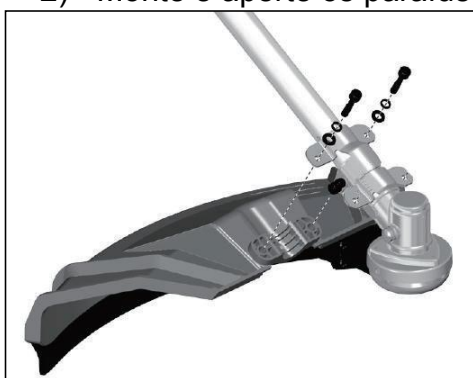
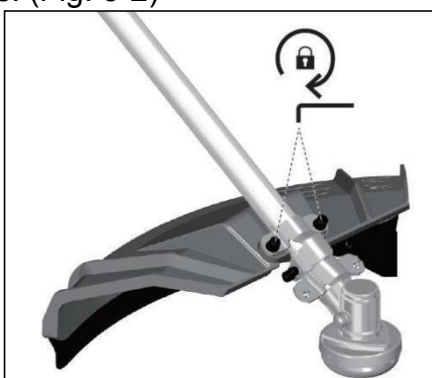

Fig. 3-1
Fig. 3-2
Montagem da proteção (Fig. 3-1, Fig. 3-2)
- 1) Coloque a proteção na fixação. (Fig. 3-1)
- 2) Monte e aperte os parafusos. (Fig. 3-2)